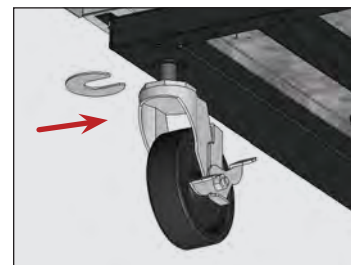

Fig. 9. Inserte la(s) calza(s) de las ruedas. Asegúrese de apretar el vástago de la rueda.
5. En el extremo más bajo del aparato, afloje los pernos de las ruedas lo suficiente para insertar las calzas de ruedas suministradas, entre el cojinete de las ruedas y el riel inferior del aparato. Véase la fig. 9.
6. Instale el número deseado de calzas. Véase la fig. 9.